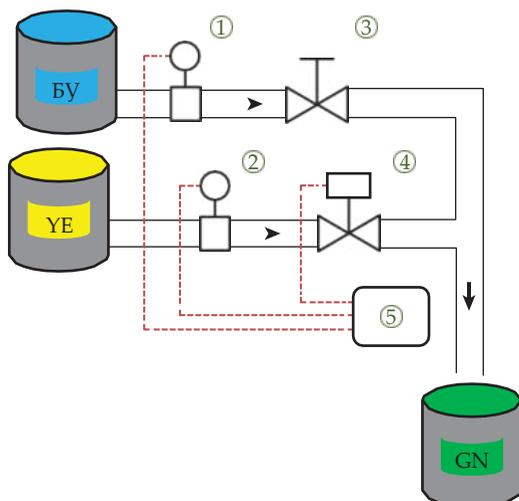

Рисунок 1.3
Непрерывное смешивание – это метод, используемый в более новых производственных объектах, и часто где производственная мощность высока. В этом методе различные ингредиенты текут все время. Скорость потока измеряется с помощью расходомеров (1) и (2) (рис. 1.3). Смешивание контролируется системой управления (5) и двумя клапанами (3) и (4) в соответствии с конкретной рецептурой, причем соотношение компонентов смешивания определяется как процентное отношение. Регулятор коэффициента может быть частью большой системы управления или отдельным блоком. В любом случае аддитивный поток (в нашем примере желтый цвет) постоянно подстраивается под основной поток (синий цвет), чтобы поддерживать устойчивое процентное соотношение в конечном смешанном продукте (зеленый цвет).